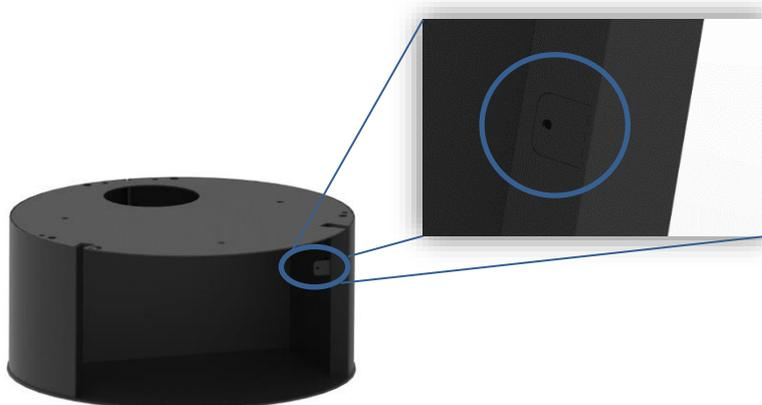

Figure 10 - Préparation de la base de l'équipement, pour placer la porte
- 1- L'aide d'une clé, pliez soigneusement la languette du côté droit de la base de façon à ce qu'elle soit perpendiculaire au côté, comme la montre la Figure 10.